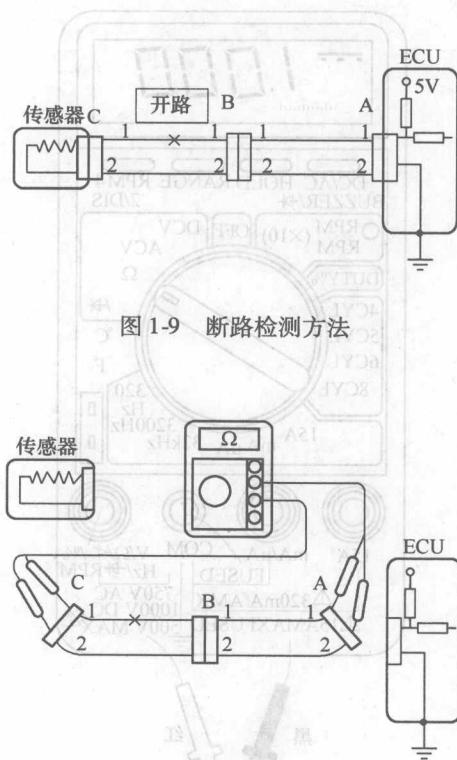

图1-9 断路检测方法
1) 断路(开路)的检测方法 如图1-9所示的配线有断路故障，可用“检查导通”或“检查电压”的方法来确定断路的部位。